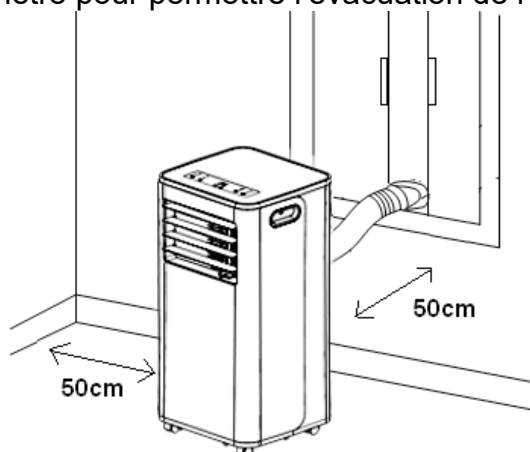

Figure 3
Déployez le flexible à la longueur souhaitée puis passez l'autre bout du flexible par la fenêtre pour permettre l'évacuation de l'air chaud vers l'extérieur. **(Figure. 3)**
- Pour le maintien d'une bonne circulation d'air et éviter la surchauffe de l'appareil, une distance minimale de 50 cm entre l'appareil et le mur (ou tout autre obstacle) doit être respectée (figure 3). Assurez-vous également que les évacuations d'air chaud ne soient pas obstruées et que le flexible soit correctement installé comme indiqué ci-dessous **(figure 4)**. Le flexible fourni a été spécifiquement fabriqué pour ce climatiseur. Ne pas utiliser un autre type de flexible car cela pourrait affecter le bon fonctionnement de l'appareil. La longueur du flexible est réglable et est comprise entre 30 à 150cm.